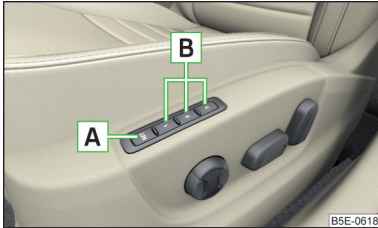

Abb. 86
Unter den Speichertasten **B** am Fahrersitz kann jeweils eine Einstellung der Fahrersitz- und Außenspiegelposition gespeichert werden » Abb. 86.
- Die Taste **SET** **A** » Abb. 86 drücken und anschließend innerhalb von 10 s die gewünschte Speichertaste **B** drücken. Das Speichern wird mit einem akustischen Signal bestätigt.
- Die Zündung einschalten und die gewünschte Speichertaste **B** » Abb. 86 drücken.